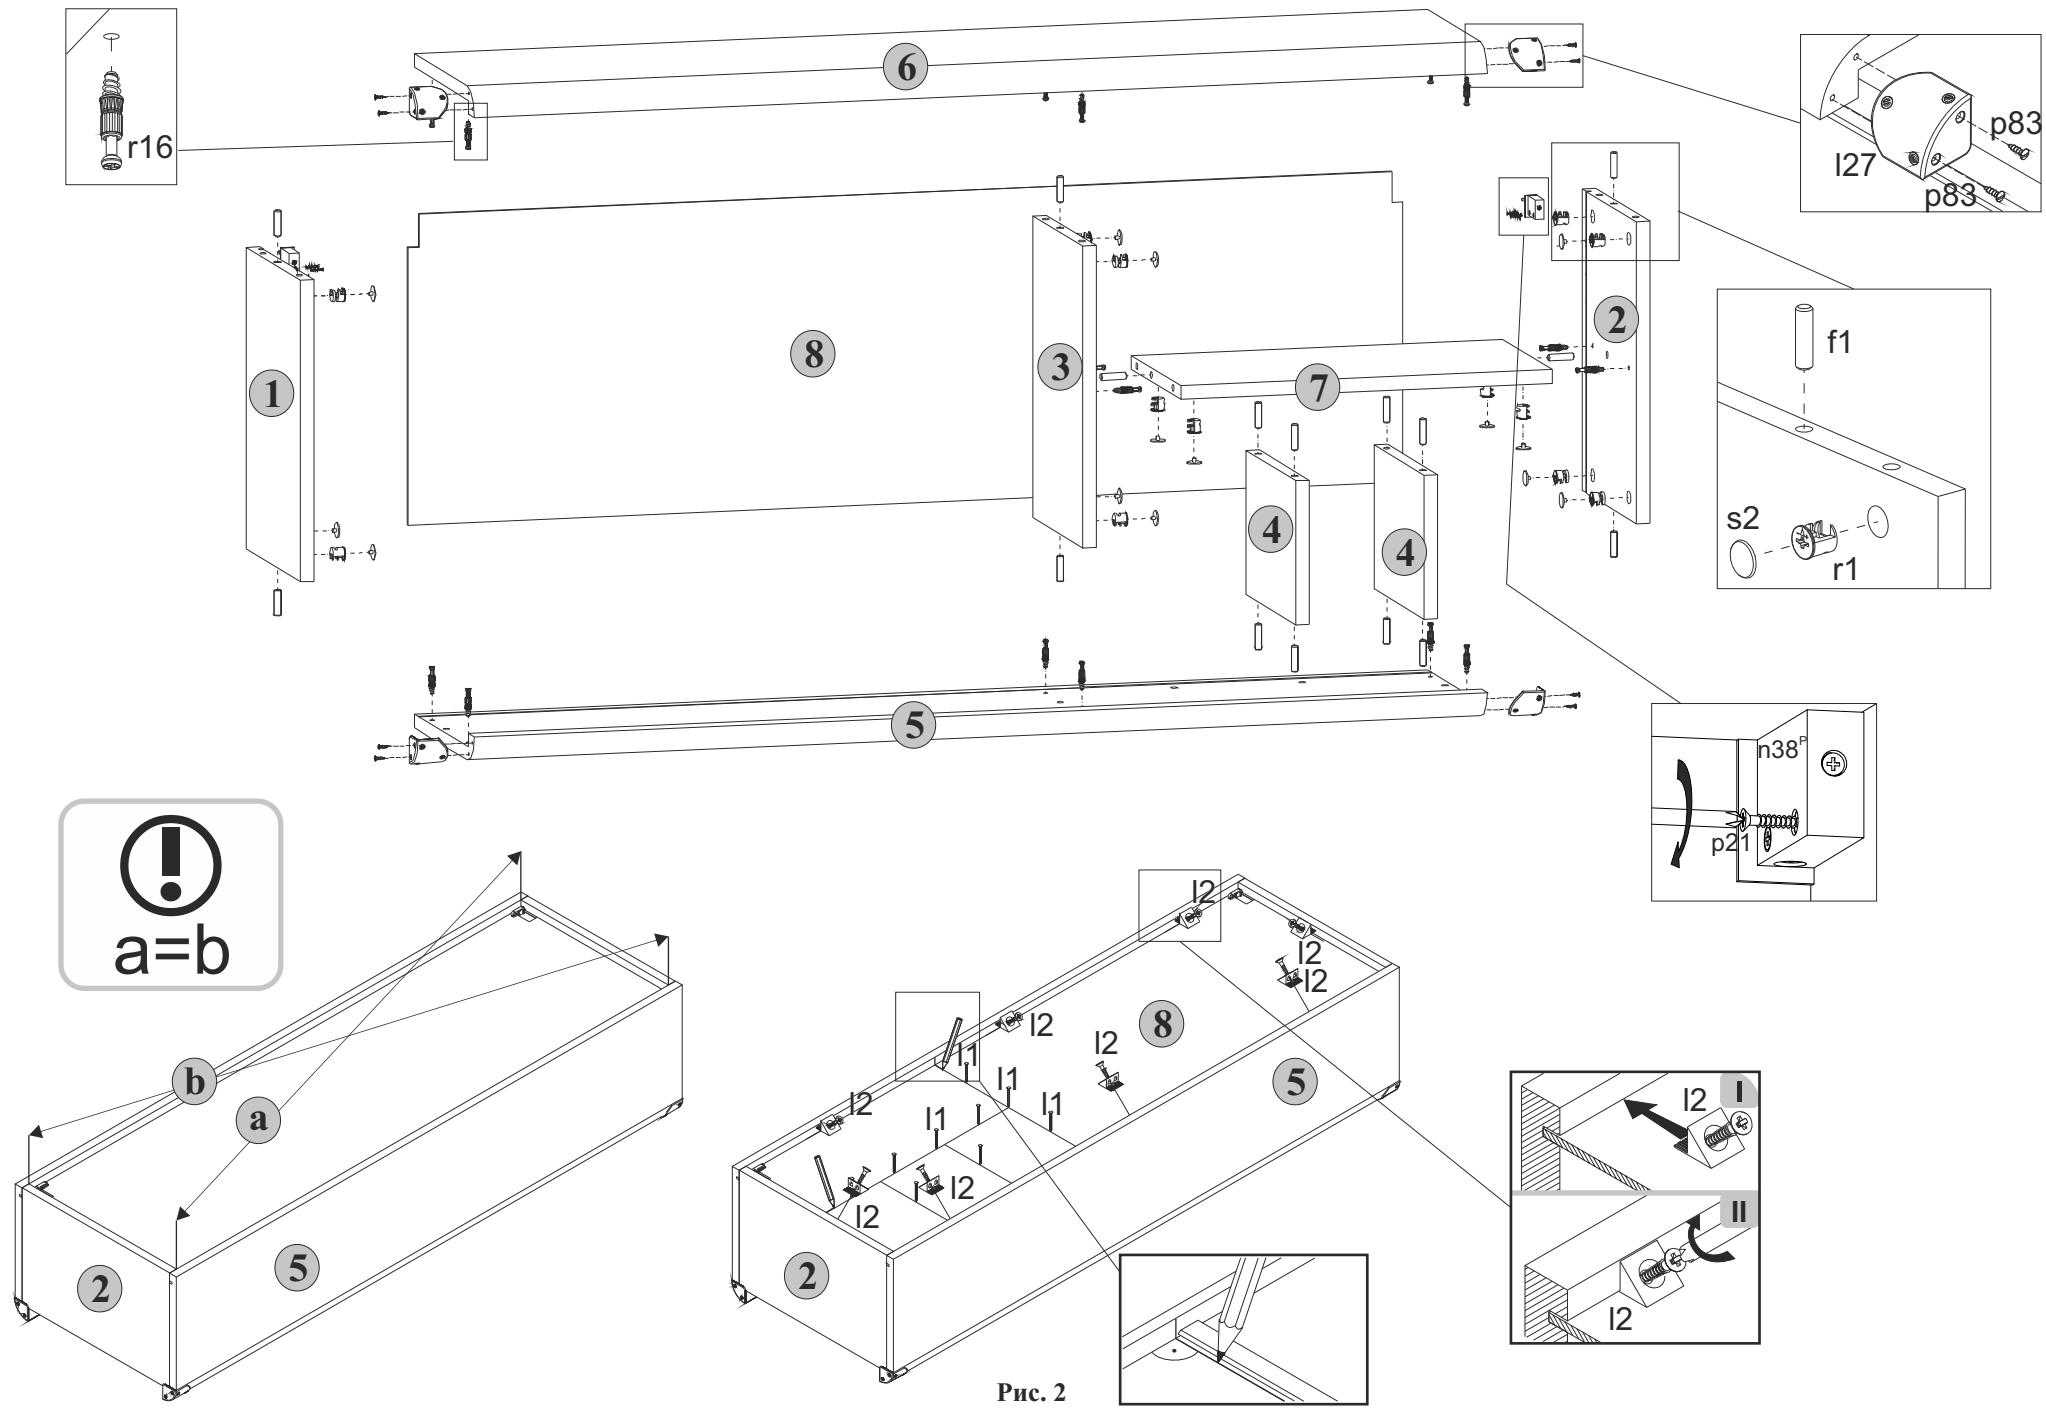

Рис. 2
5.11 Положить полученный корпус полки фасадными кромками вниз на ровную поверхность и выровнять измеряя размеры между противоположными углами по диагоналям. Размеры диагоналей должны быть равными (**см.рис. 2**).
5.12 Закрепить стенку заднюю 8 к стенкам средним 3 и 4 и полке соединительной 7 корпуса полки гвоздями l1 с шагом 80-120 мм, пользуясь молотком (**см.рис. 2**).
**5.16 ВНИМАНИЕ!** В комплекте фурнитуры имеются дюбеля f35 с крючками p75 для навешивания полки на стену. Для этого необходимо в месте навешивания полки разметить и просверлить с помощью электродрели отверстия диаметром 10 мм в стене на расстоянии друг от друга, как показано на **рисунке 3**, забить с помощью молотка дюбеля f35 в отверстия в стене, завернуть крючки p75 в дюбеля f35, навесить корпус шкафа на крючки p75. При необходимости отрегулировать положение корпуса полки вращая регулировочные винты на петлях n38L и n38P, как показано на **рисунке 3** (**см.рис.2**). Во избежание травматизма при проведении операции сверления будьте внимательны и осторожны.
5.2 В отверстия диаметром 8 мм на верхних и нижних кромках стенок боковых 1 и 2, а также на верхних и нижних кромках стенок средних 3 и 4 вбить деревянные шканты f1 (**см.рис. 2**).
5.3 На правой поверхности стенки боковой 1, на левой поверхности стенки боковой 2, на правой поверхности стенки средней 3 и на нижней поверхности полки соединительной 7 в отверстия диаметром 15 мм вставить стяжки эксцентриковые r1 (**см.рис. 2**).
5.4 В отверстия диаметром 5 мм на внутренних поверхностях щитов 5 и 6, а также на правой поверхности стенки средней 3 и на левой поверхности стенки боковой 2 вкрутить винты стяжки r16, пользуясь крестообразной отверткой (**см.рис. 2**).
5.6 К полке соединительной 7 присоединить стенки средние 4 (**см.рис. 2**).